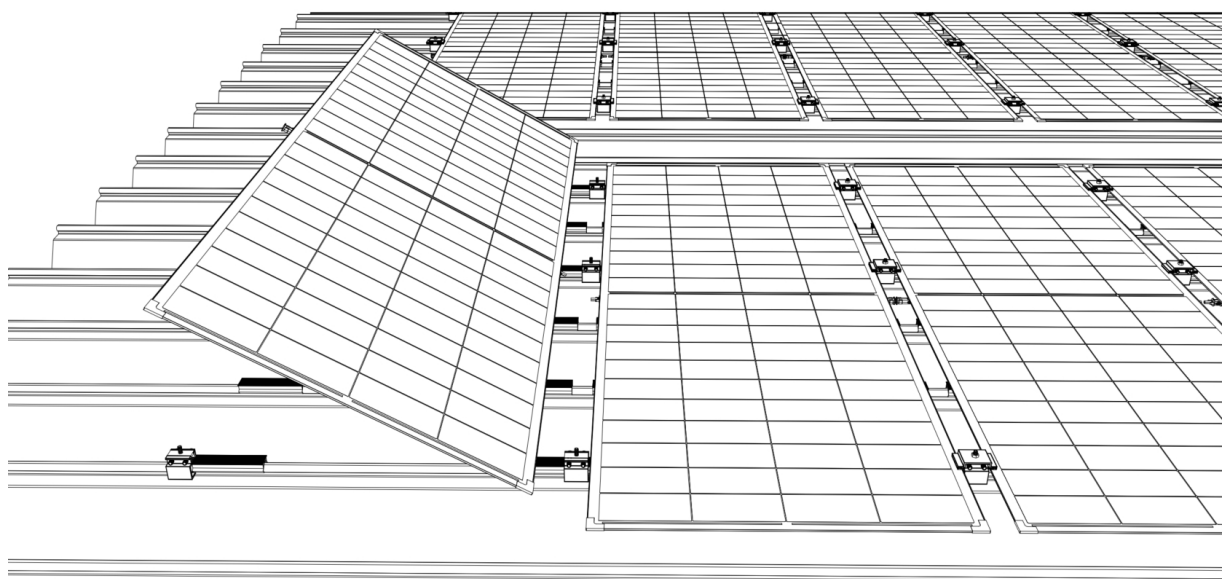

図 4
- 製品を持ち上げる際には、製品が曲がらないように注意し、一方の側をもう一方の側よりも高く持ち上げます(図4参照)。